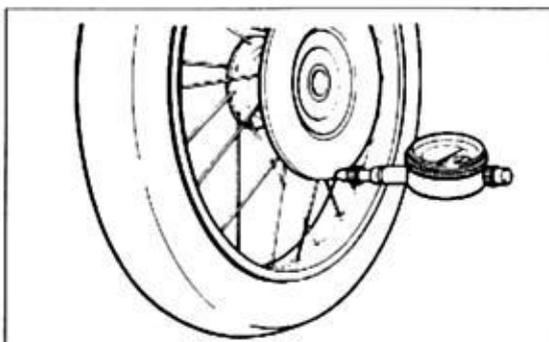

Bild 166
- Verzug an der Bremsscheibe mit Messuhr messen (Bild 166). Verschleissgrenze 0,30 mm.